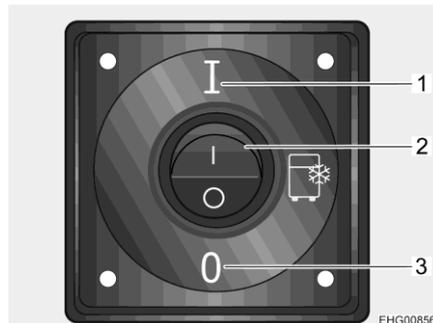

Fig. 58 Interruptor de encendido/apagado de la nevera portátil
- Ajustar el interruptor basculante (Fig. 58,2) en la posición I (Fig. 58,1).
- Ajustar el interruptor basculante (Fig. 58,2) en la posición 0 (Fig. 58,3).